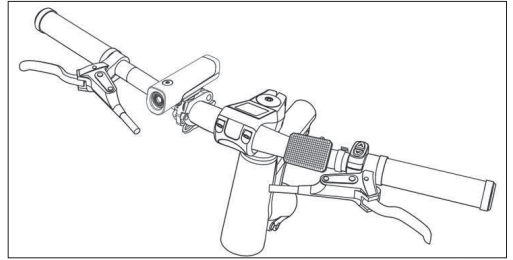

Figura 9-3
- Montați reflectorul frontal și clopoțelul pe ghidon, așa cum se arată în [Figura 9-3].